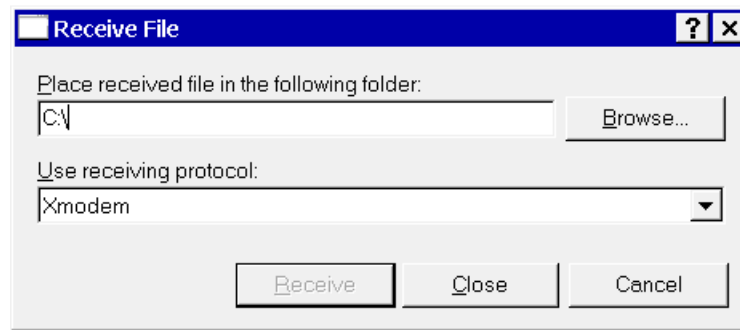

Abbildung 54: „Receive File“ Einstellungen
- Geben Sie einen Ordner an, in dem Sie die Datei speichern möchten und verwenden Sie das XMODEM Protokoll. (siehe Abbildung 54)